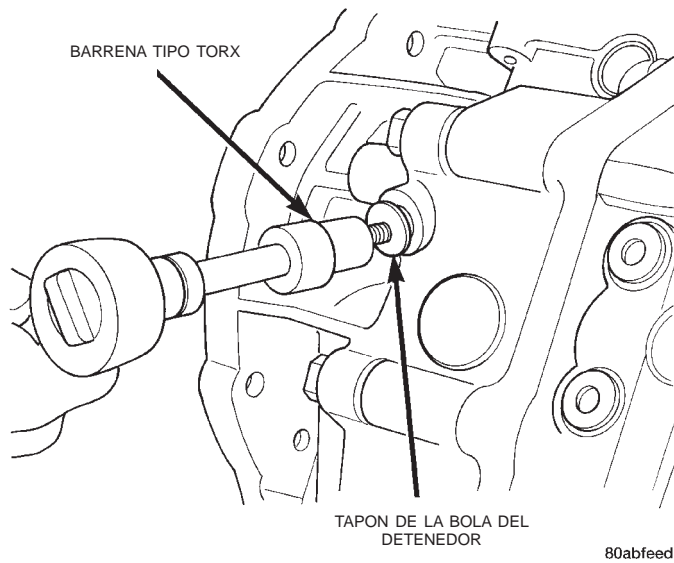

Fig. 19 Desmontaje del tapón de la bola del detenedor
- (8) Retire el tapón de la bola del detenedor (Fig. 19).